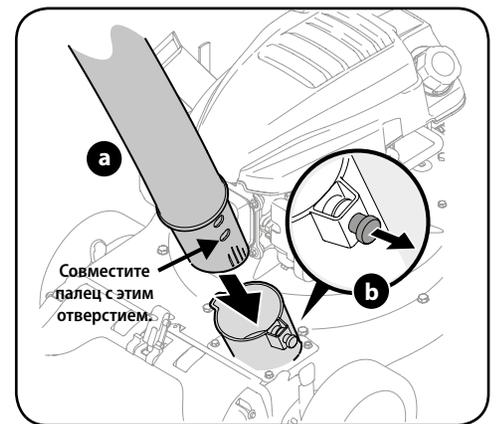

Рисунок 3-4
1. Вдвиньте переходник шланга в сборе в переходник основания, расположенный в левой передней части машины. См. рисунок 3-4а.
2. Вытяните подпружиненный палец на основании и совместите его с первым отверстием (ближайшим к концу трубы) в переходнике шланга. См. рисунок 3-4б.